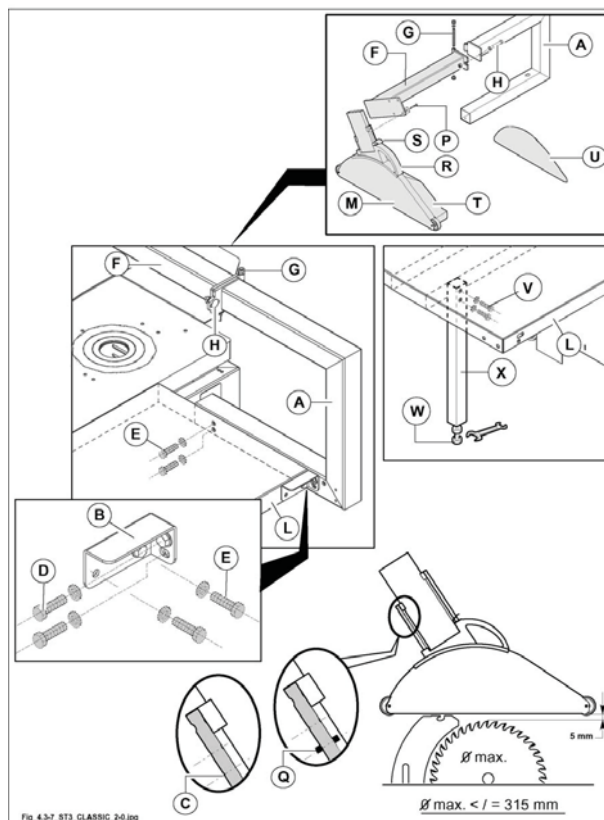

Fig. 4.3-7
- Fissare il braccio (A fig. 4.3-7) all'angolare (B fig. 4.3-7) mediante le viti (D fig. 4.3-7).
- Fissare il braccio (A fig. 4.3-7) al piano di lavoro (L fig. 4.3-7) mediante le viti (E fig. 4.3-7).
- Montare il braccio (F fig. 4.3-7) al braccio (A fig. 4.3-7) mediante la vite (G fig. 4.3-7).
- Bloccare la chiusura dello snodo mediante la vite (H fig. 4.3-7).
- Montare la protezione (M fig. 4.3-7) sul supporto (F fig. 4.3-7) mediante le viti (P fig. 4.3-7).
- Alzare e abbassare la protezione tramite la maniglia (R fig. 4.3-7) agendo sulla leva (S fig. 4.3-7).
- Fissare la gamba (X fig. 4.3-7) al piano aggiunto (L fig. 4.3-7) avvitando la vite (V fig. 4.3-7).
- Agire sulla vite (W fig. 4.3-7) di livellamento.
la battuta (Q fig. 4.3-7) deve essere inserita nel foro (C fig. 4.3-7) INFERIORE.
- Il dispositivo viene fornito con due tipi di protezione (U fig. 4.3-7) e (T fig. 4.3-7), una per tagli con sega a 90°, e una per tagli con sega inclinata.
quando si lavora con la sega a 90° utilizzare sempre il carter (U fig. 4.3-7).
Nel caso in cui si debba lavorare con la sega inclinata è necessario installare il carter (T fig. 4.3-7).
sollevare o abbassare la cuffia mediante la maniglia (R fig. 4.3-7) e la leva (S fig. 4.3-7) in funzione allo spessore del legno.